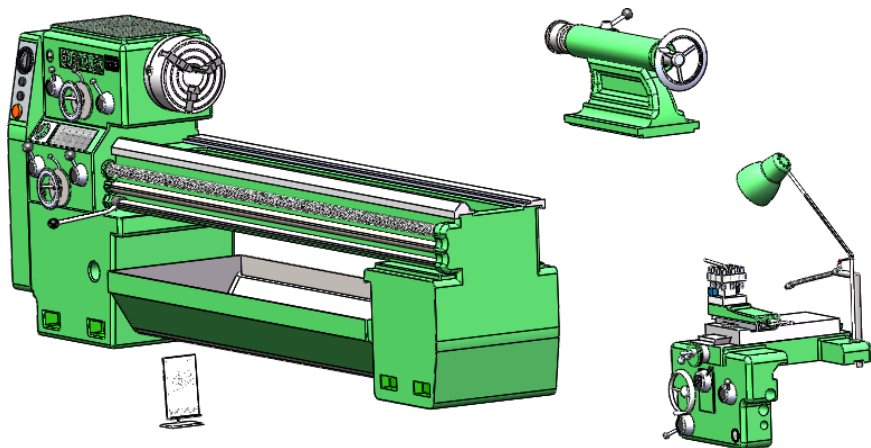
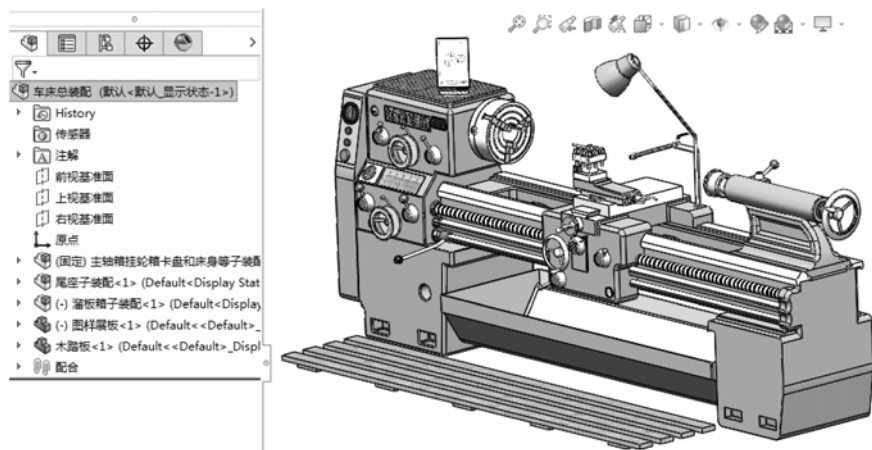

图 9-56 创建装配体并导入所有模型文件
图 9-57 对模型进行重新装配后的模型树和模型效果
STEP 4 新建装配体文件，然后分别导入上面步骤 1~3 导出的子装配体，再导入未放入子装配体中的“图样展板.SLDPRT”和“木踏板.SLDPRT”文件，如图 9-56 所示。然后对模型进行重新装配，效果如图 9-57 所示。